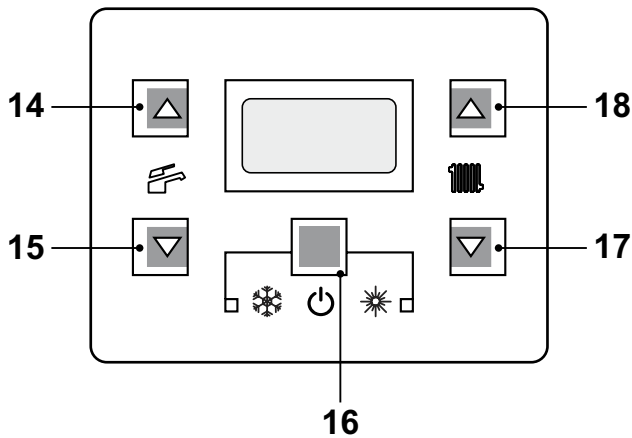
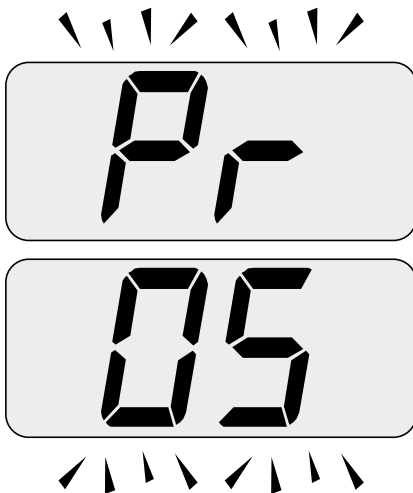

Figura 8.3
Figura 8.5
- Entrare in "modalità programmazione" premendo contemporaneamente per 10 secondi i tasti 16 - 17 - 18 (Figura 8.3) fino a far apparire sul display LCD le lettere Pr
• Scorrere i vari parametri utilizzando i tasti 17 o 18 fino a far apparire sul display LCD le lettere **Pr** che si alternano con il codice **05**, indicanti l'entrata nel "parametro 05"(Figura 8.5).
• Premere contemporaneamente i tasti 16 e 18 (Figura 8.3) fino a far apparire sul display LCD il valore del parametro 05 (00=G20) (Figura 8.6).
- Premendo il tasto 16 (Figura 8.3) si ottiene la conferma del valore inserito.
- Premendo contemporaneamente i tasti 16 e 17 (Figura 8.3) si esce senza modificare il valore (ritorno alla lista parametri Figura 8.5)
- Premendo contemporaneamente per 10 secondi i tasti 16 - 17 - 18 (Figura 8.3) si esce dalla "modalità programmazione".